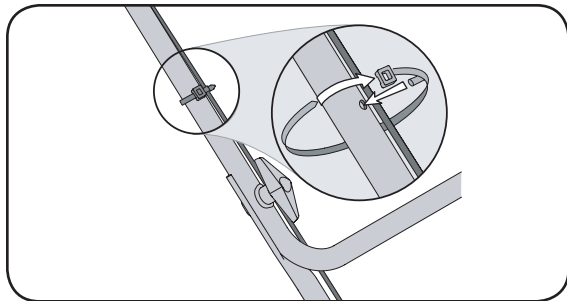

Figure 7
- a. Glissez le sac sur l'armature (côté en plastique noir sur le dessous). Enfoncez les crochets de l'armature dans les trous des glissières en plastique du sac à herbe. Voir la Figure 7.
- b. Attachez le sac sur l'armature en accrochant les glissières sur l'armature, comme à la Figure 7. Toutes les glissières en plastique, sauf celle du dessus du sac, s'accrochent de l'extérieur du sac. Le haut du sac s'attache de l'intérieur de celui-ci.